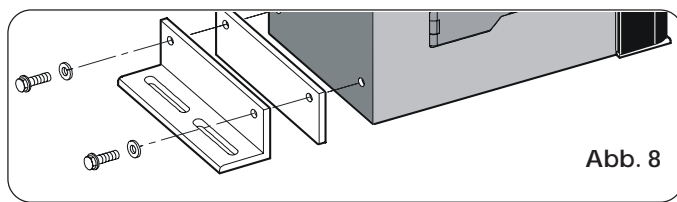

Abb. 8
- 1) Die Befestigungswinkel und die schwingungsdämpfenden Distanzstücke laut Abb. 8 mit dem Antrieb zusammenbauen.